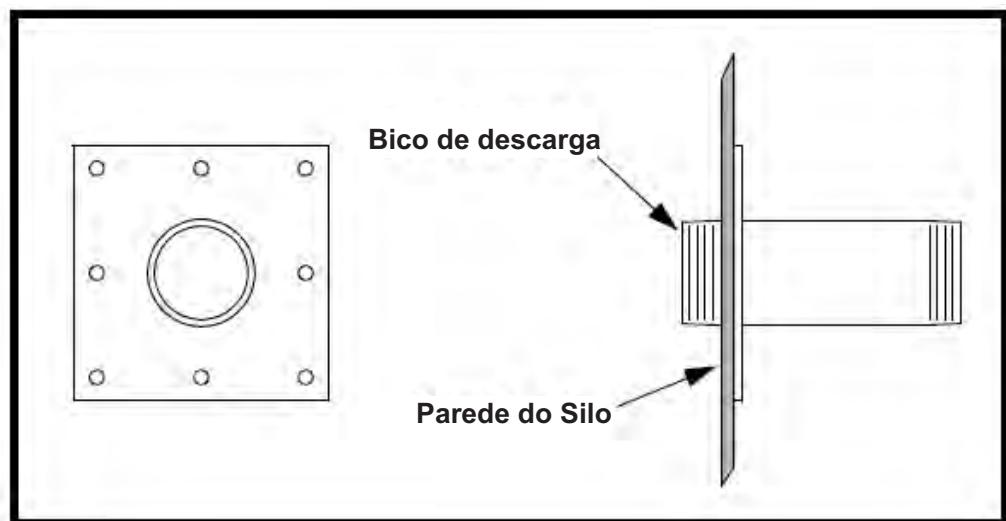

Figura 5. Instalação da Placa de Montagem de 30°
- a. Se usar uma placa de montagem de 30° (figura 5, pág. 05), corte um orifício no recipiente de armazenagem de montagem para cada placa de montagem usando os gabaritos existentes na última página deste manual. Se os gabaritos estiverem faltando, entre em contato com a Martin ou com seu representante. Coloque a placa de montagem sobre o orifício e solda-a na superfície exterior do recipiente.